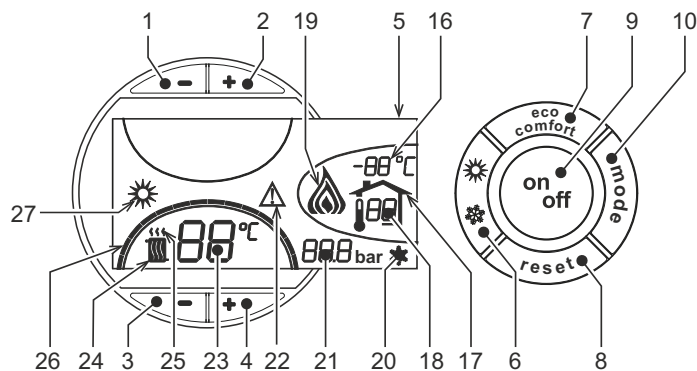
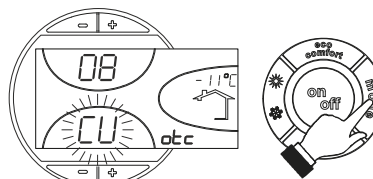
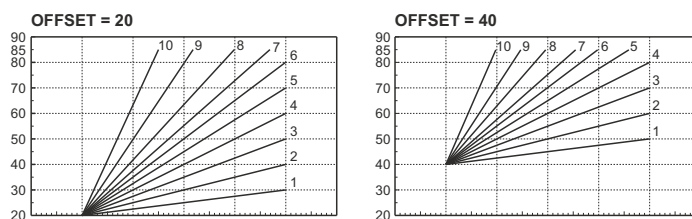

fig. 1 - Pannello di controllo
fig. 9 - Curva di compensazione
fig. 12 - Esempio di spostamento parallelo delle curve di compensazione
Premere il tasto **on/off** (part. 9 - fig. 1) per 1 secondo.
Per riaccendere la caldaia, premere nuovamente il tasto **on/off** (part. 9 - fig. 1) per 1 secondo.
- Premere il tasto ON/OFF (9 - fig. 1)
Premere il tasto **estate/inverno** (part. 6 - fig. 1) per 1 secondo.
Il display attiva il simbolo Estate (part. 27 - fig. 1): la caldaia erogherà solo acqua sanitaria. Rimane attivo il sistema antigelo.
Per disattivare la modalità Estate, premere nuovamente il tasto **estate/inverno** (part. 6 - fig. 1) per 1 secondo.
Agire sui **tasti riscaldamento** (part. 3 e 4 - fig. 1) per variare la temperatura da un minimo di 30 °C ad un massimo di 80 °C.
Agire sui tasti sanitario **-/+** (part. 1 e 2 - fig. 1) per variare la temperatura da un minimo di 10°C ad un massimo di 65°C.
Quando viene installata la sonda esterna (opzionale) sul display del pannello comandi (part. 5 - fig. 1) è visualizzata l'attuale temperatura esterna rilevata dalla sonda esterna stessa. Il sistema di regolazione caldaia lavora con "Temperatura Scorrevole". In questa modalità, la temperatura dell'impianto di riscaldamento viene regolata a seconda delle condizioni climatiche esterne, in modo da garantire un elevato comfort e risparmio energetico durante tutto il periodo dell'anno. In particolare, all'aumentare della temperatura esterna viene diminuita la temperatura di mandata impianto, a seconda di una determinata "curva di compensazione".
Con regolazione a Temperatura Scorrevole, la temperatura impostata attraverso i tasti riscaldamento **-/+** (part. 3 e 4 - fig. 1) diviene la massima temperatura di mandata impianto. Si consiglia di impostare al valore massimo per permettere al sistema di regolare in tutto il campo utile di funzionamento.
Premendo una volta il tasto **mode** (part. 10 - fig. 1) viene visualizzata l'attuale curva di compensazione (fig. 9) ed è possibile modificarla con i **tasti sanitario** (part. 1 e 2 - fig. 1).
Premendo i **tasti riscaldamento** (part. 3 e 4 - fig. 1) si accede allo spostamento parallelo delle curve (fig. 12), modificabile con i **tasti sanitario** (part. 1 e 2 - fig. 1).
Premendo nuovamente il tasto **mode** (part. 10 - fig. 1) si esce dalla modalità regolazione curve parallele.
Se alla caldaia è collegato il Cronocomando Remoto (opzionale), le regolazioni descritte in precedenza vengono gestite secondo quanto riportato nella tabella 1. Inoltre, sul display del pannello comandi (part. 5 - fig. 1), è visualizzata l'attuale temperatura ambiente rilevata dal Cronocomando Remoto stesso.
| Selezione Eco/Comfort                 | Disabilitando il sanitario dal menù del Cronocomando Remoto, la caldaia seleziona la modalità Economy. In questa condizione, il tasto 7 - fig. 1 sul pannello caldaia, è disabilitato.                                  |
|                                              | Abilitando il sanitario dal menù del Cronocomando Remoto, la caldaia seleziona la modalità Comfort. In questa condizione, con il tasto 7 - fig. 1 sul pannello caldaia, è possibile selezionare una delle due modalità. |